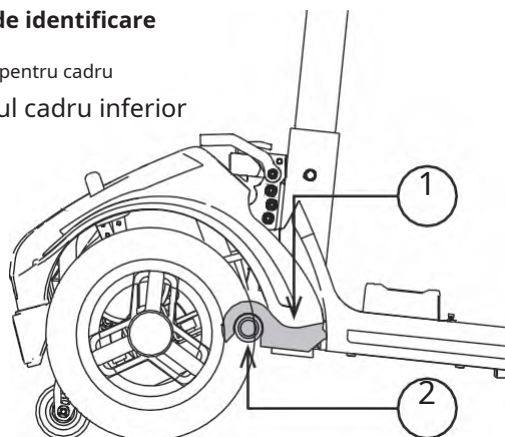

Figura 8. Pârghia de eliberare a cadrului
ATENȚIE – Înainte de a încerca asamblarea, înclinați jumătatea din spate a scooterului de călătorie ușor înapoi pe roțile anti-răsturnare, așa cum se arată în figura 8.
3. Separați încet cele două părți ale scooterului de călătorie. Vezi figura 8.
1. Utilizați pârghia de eliberare a cadrului frontal pentru a ridica cadrul frontal în timp ce aliniați cârligele cadrului cadrului frontal cu tubul cadrului din spate al cadrului din spate. Vezi figura 8.
2. Odată ce cârligele cadrului sunt peste tubul cadrului din spate, coborâți cadrul frontal și pivotați cadrul din spate simultan. Aceasta va activa automat blocarea cadrului. Vezi figura 8.